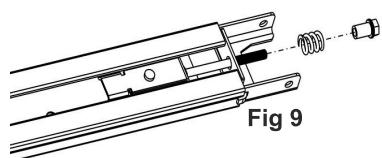

Fig 9
4. Como Fig.9, libertar a porca e a mola.